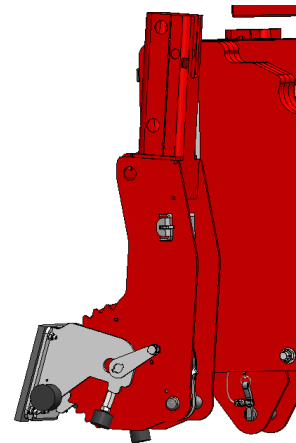

Abbildung 35
- Nehmen Sie den Windenkopf von der Stütze vom Ballast (siehe *Abbildung 35*).